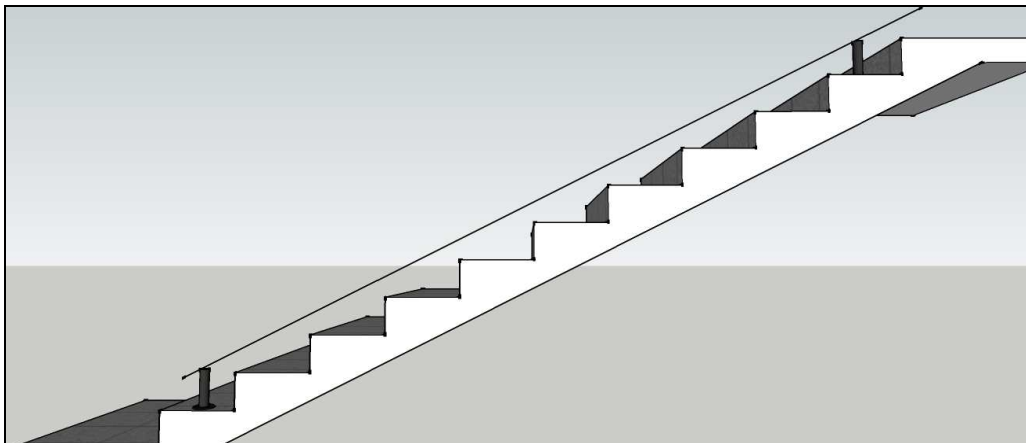

Рис. 3
2. Натянем шнур между закладными элементами (рис. 3).